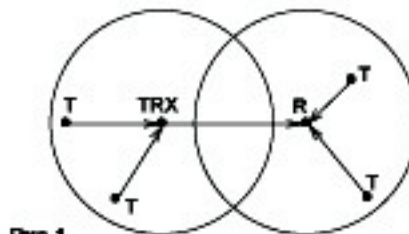

РИС. 1
- Требуемое расстояние между приёмником и передатчиком больше радиуса надёжной работы радиооборудования, что требует ретрансляции сигнала (см. рис. 1);